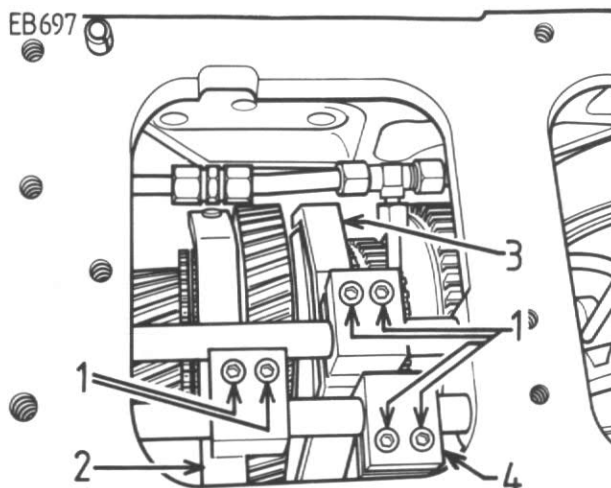
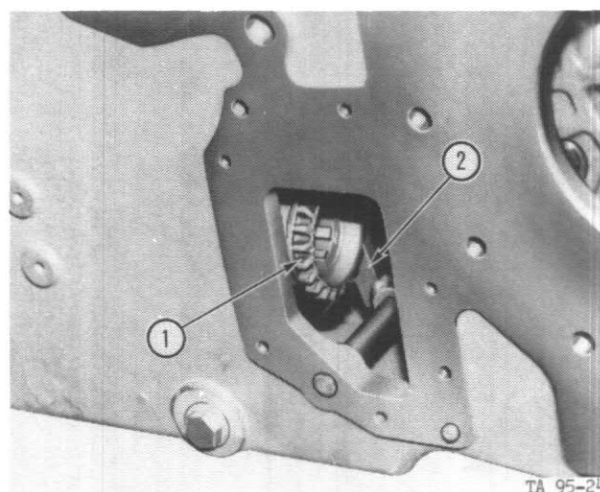

Figure 49
Figure 50
Raccordez la tringlerie (3) suivant figure 49 et fixez - la (voir 4, 5 et 6). Quand le réglage est correct, cette tringlerie (3) est libre en position neutre de désengagement de la gamme route. A l'encenchement de la gamme route, les dents d'engagement (1) fig. 50 doivent être complètement libérées par la tringlerie.
Si un réglage de cette timonerie (3 fig. 49) est nécessaire, installez toutes les pièces de commande de prise de force.